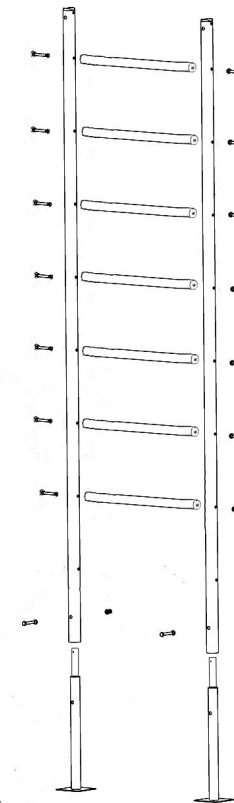

Рис. 1
**4.2.2.1.** Собрать переднюю лестницу из двух стоек и семи перекладин с помощью болтов, соединив лестницу с рамой комплекса **Рис.1**. При сборке лестницы на боковую стойку и поперечины завести сетку с внешней стороны. Поставить турник.